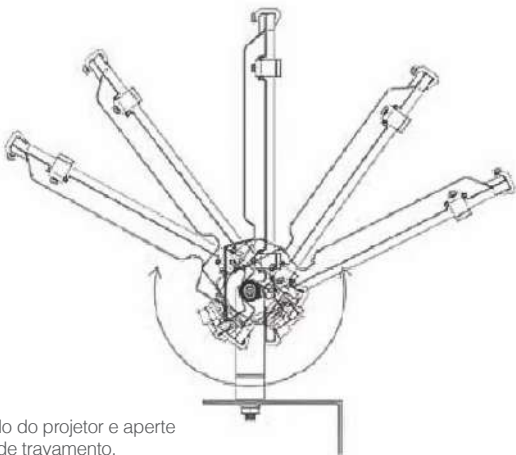

Figura 02
- Fixe o projetor utilizando parafusos e arruelas M10 (não fornecidos).Ver figura 02.